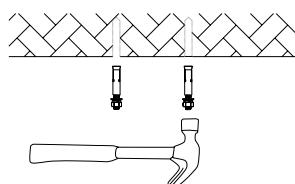

Fig. 2
2. Use a hammer to put the expansion screws into the holes (Figure 2).
2. Utilisez un marteau pour enfoncez les vis à expansion dans les trous (figure 2).